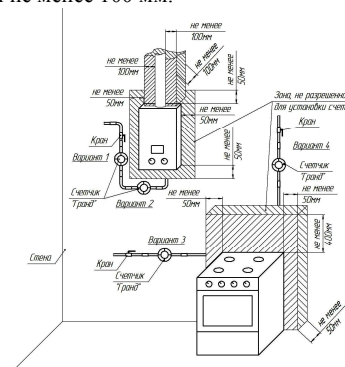

Рисунок 2
6.4.1 Установить счетчик на вертикальном или горизонтальном участке газопровода (рисунок 2).